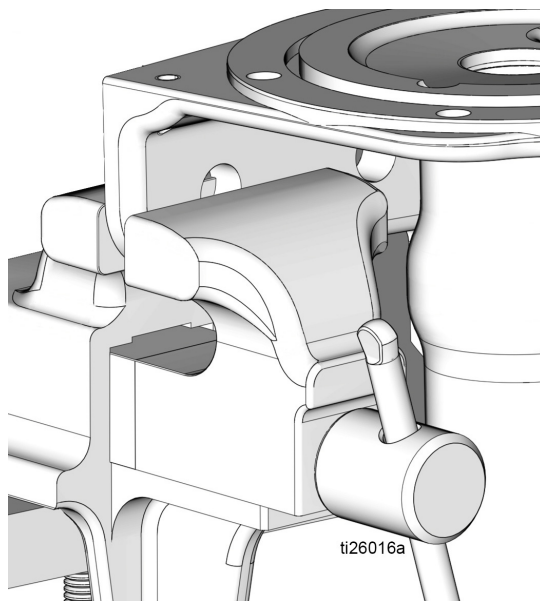

FIG. 32
1. Utilizzare un panno pulito per pulire la base della pompa (1) e rimuovere sporco o contaminanti. Ispezionare la superficie per verificare l'eventuale presenza di graffi e/o danni. Sostituire la pompa se la sua base è danneggiata.
2. Se necessario, riposizionare la base della pompa (1) in una morsa come mostrato in FIG. 32.